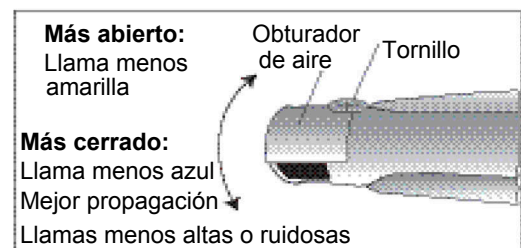

Figura 28: Air Shutter Adjustment (if necessary)
Los quemadores de gas en forma de tubo que se usan con los aparatos THERMADOR® tienen un sistema de obturador de aire parecido al sistema ilustrado en la *Figura 28* y se pueden ajustar utilizando el método siguiente (a no ser que no se recomiende). Hace falta quitar el quemador del aparato para ajustar los obturadores de aire.
- Ajuste el obturador a una posición más cerrada si la llama es demasiado alta o ruidosa, o si no se propaga bien. Ajuste el obturador en una posición más abierta si la llama es demasiado amarilla (vea la *Figura 28*).